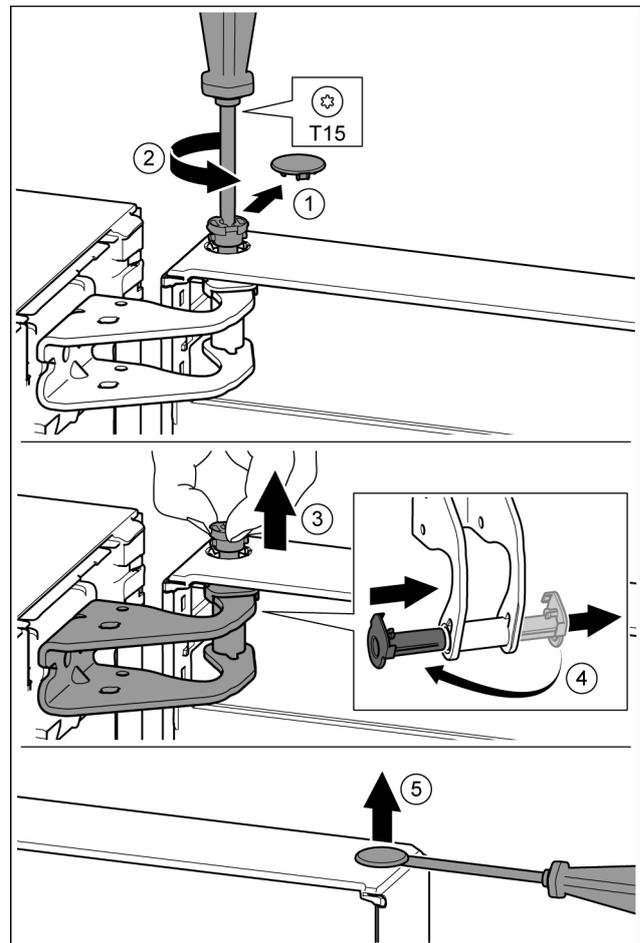

Fig. 22
- ▶ Sicherungsabdeckung vorsichtig abziehen. Fig. 22 (1)
- ▶ Bolzen mit Schraubendreher T15 ein Stück herausdrehen. Fig. 22 (2)
- ▶ Tür festhalten und Bolzen mit den Fingern herausziehen. Fig. 22 (3)
- ▶ Lagerbuchse aus Führung ziehen. Von der anderen Seite einsetzen und einrasten. Fig. 22 (4)
- ▶ Stopfen aus der Tür Lagerbuchse vorsichtig mit einem Schlitzschraubendreher anheben und herausziehen. Fig. 22 (5)